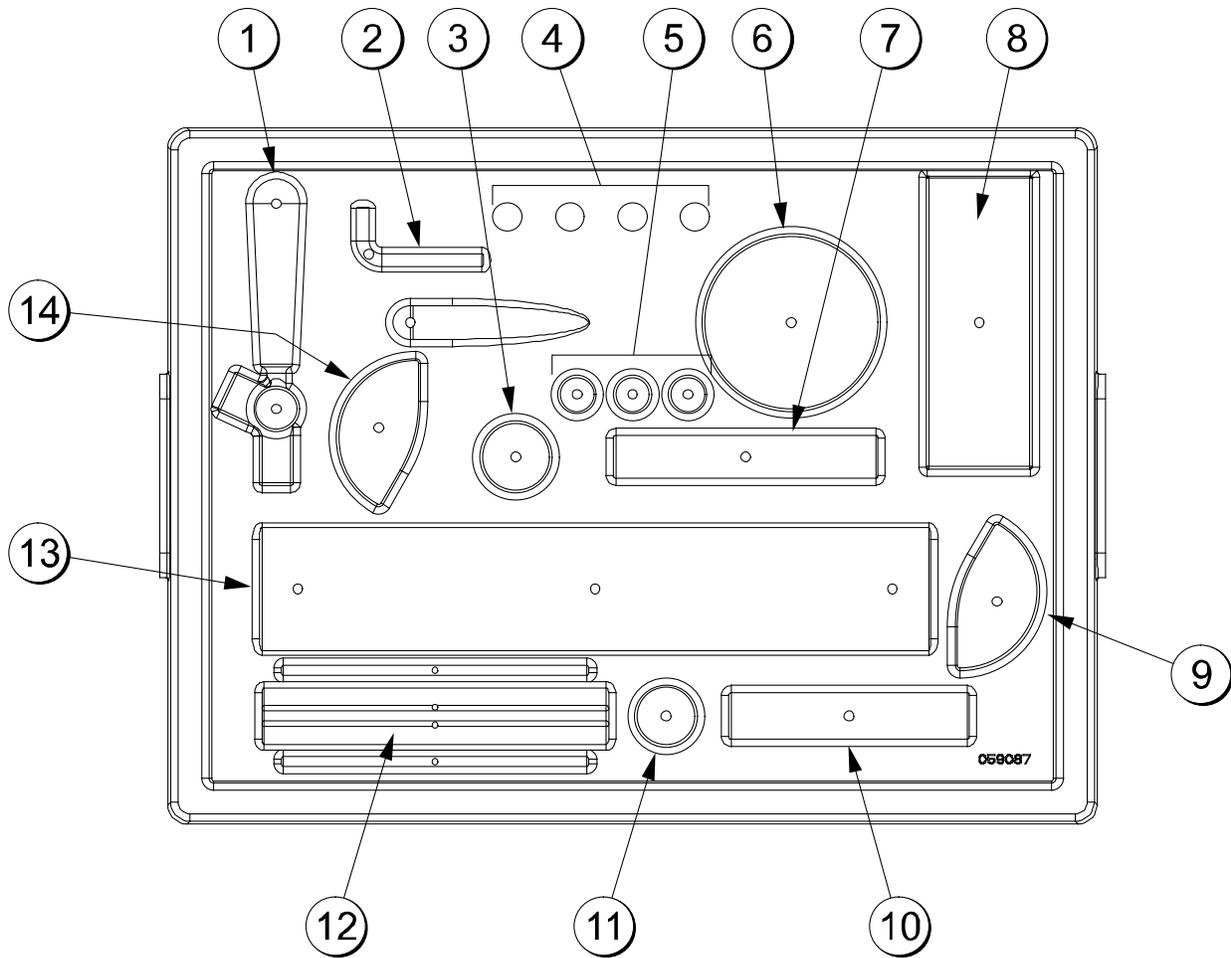

Figure 17
**Plateau - pièces - côté crème glacée 059087 (Cf. Figure 17)**